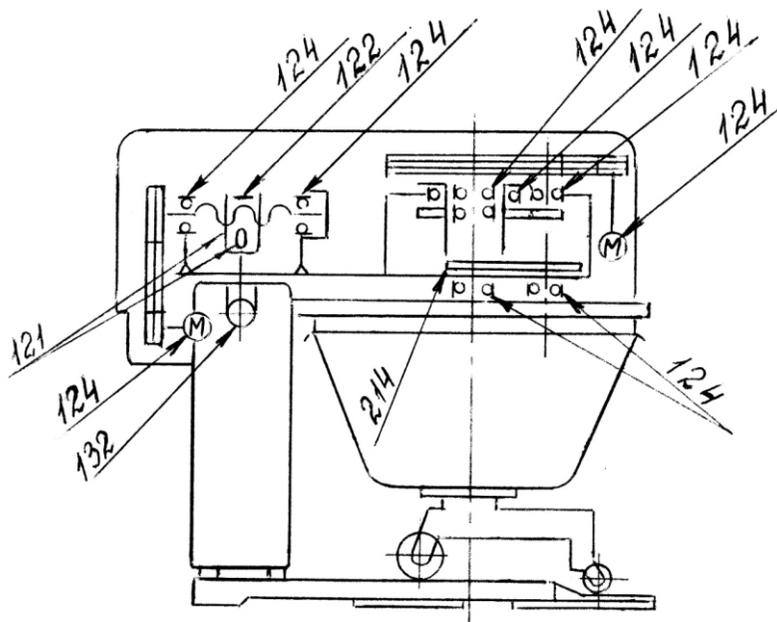

Рисунок 4 - Карта смазки
- 2.3.2. Проверить наличие смазки в подшипниках в соответствии с картой смазки (см. рисунок 4), при необходимости смазать.
3.1.2. Смазку узлов машины тестомесильной производить в соответствии с картой смазки (см. рисунок 4).